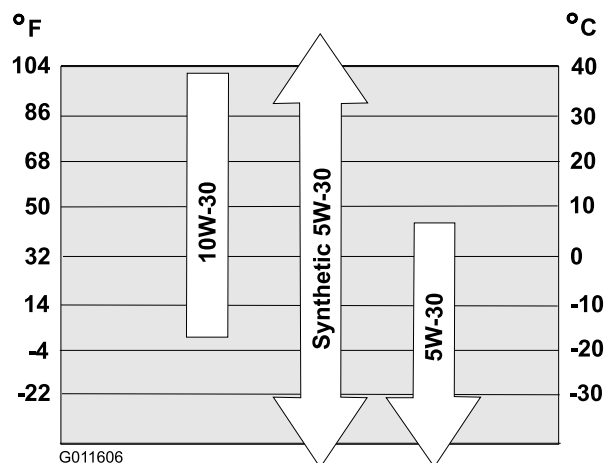

Figure 14
Reportez-vous à la Figure 14 pour sélectionner la viscosité d'huile la mieux adaptée pour la plage de température extérieure anticipée :
**Remarque:** Versez de l'huile dans le carter moteur jusqu'à ce que la jauge indique le niveau correct, comme illustré à la Figure 14. Si vous remplissez excessivement le carter moteur, vidangez l'excédent d'huile comme expliqué à la section Vidange et remplacement de l'huile moteur.